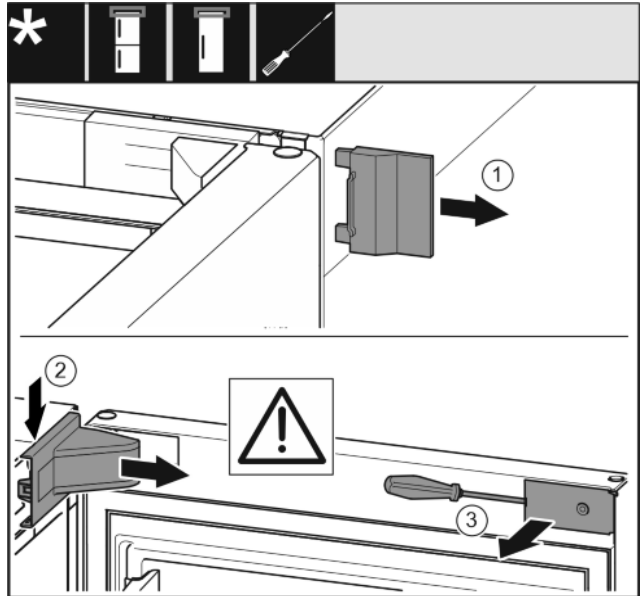

Fig. 8
- ▶ Rimuovere la copertura esterna. Fig. 8 (1)
- ▶ Disinnestare e allentare la copertura del blocco di supporto. Rimuovere la copertura del blocco di supporto. Fig. 8 (2)
- ▶ Disinnestare il pannello con un cacciavite a testa a intaglio e ruotarla lateralmente. Fig. 8 (3)